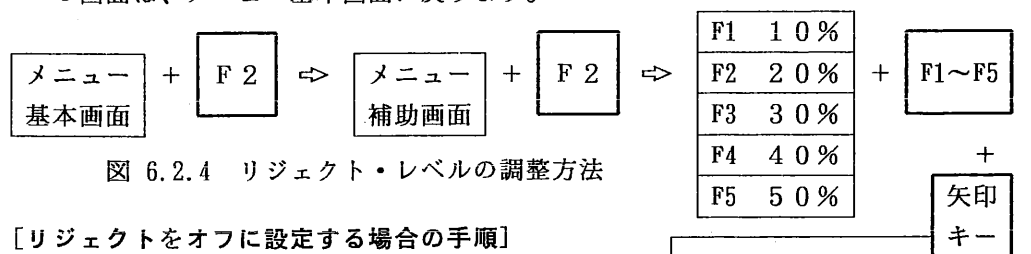

図 6.2.4 リジェクト・レベルの調整方法
〔リジェクトをオンに設定する場合の手順〕（図 6.2.4参照）
- ① 選択キー〔F2〕を1回押すとメニュー補助画面がメニューエリアに表示されます。
- ② 選択キー〔F2〕を1回押すとメニュー補助画面の〔リジェクト〕の表示の〔オン／オフ〕が〔オン／オフ〕に切り替わり、メニューエリアに図 6.2.4に示すリジェクト・レベル選択メニューが表示され、所定のレベルを選択キー〔F1～F5〕で選ぶか矢印キーで表示器垂直目盛りの0～50%の範囲で設定できます。
- ③ リジェクト・レベルの設定が完了した後、確定キーを1回押します。メニューエリアの画面は、メニュー基本画面に戻ります。